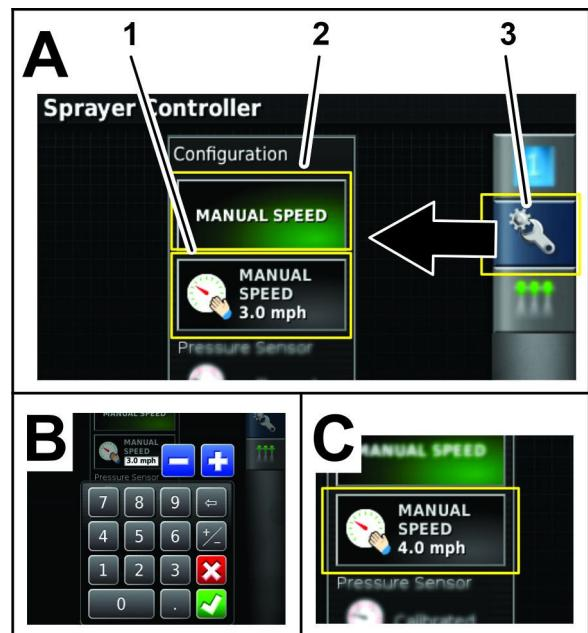

Figure 179
- 6. Appuyez sur l'icône VITESSE MANUELLE (Figure 179).
- 7. Appuyez sur l'icône de saisie de vitesse manuelle (Figure 179).
- 8. Avec le clavier virtuel, saisissez la vitesse simulée et appuyez sur l'icône de confirmation (Figure 179).